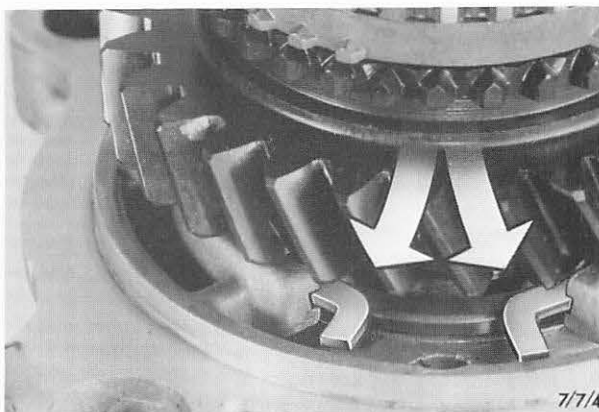

Abb. 53 Sicherungsring Getriebeverlängerung montieren
34. Getriebeverlängerung in heißem Wasser erwärmen und mit der Hauptwelle zusammenstecken. Den vorher lose aufgeschobenen Sicherungsring in die Nut der Getriebeverlängerung einsetzen. Abb. 53.